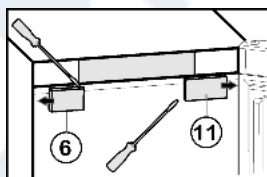

Fig. 5
- ▶ Снятие крышки со стороны ручки Fig. 5 (6): справа выведите из фиксатора при помощи плоской отвёртки и сдвиньте наружу.
- ▶ Снятие крышки со стороны шарнира Fig. 5 (11): слева выведите из фиксатора при помощи плоской отвёртки и сдвиньте наружу.
► Установите крышку Fig. 5 (6) снаружи со стороны шарнира с поворотом на 180° и защелкните ее.
► Установите крышку Fig. 5 (11) снаружи со стороны шарнира с поворотом на 180° и защелкните ее.